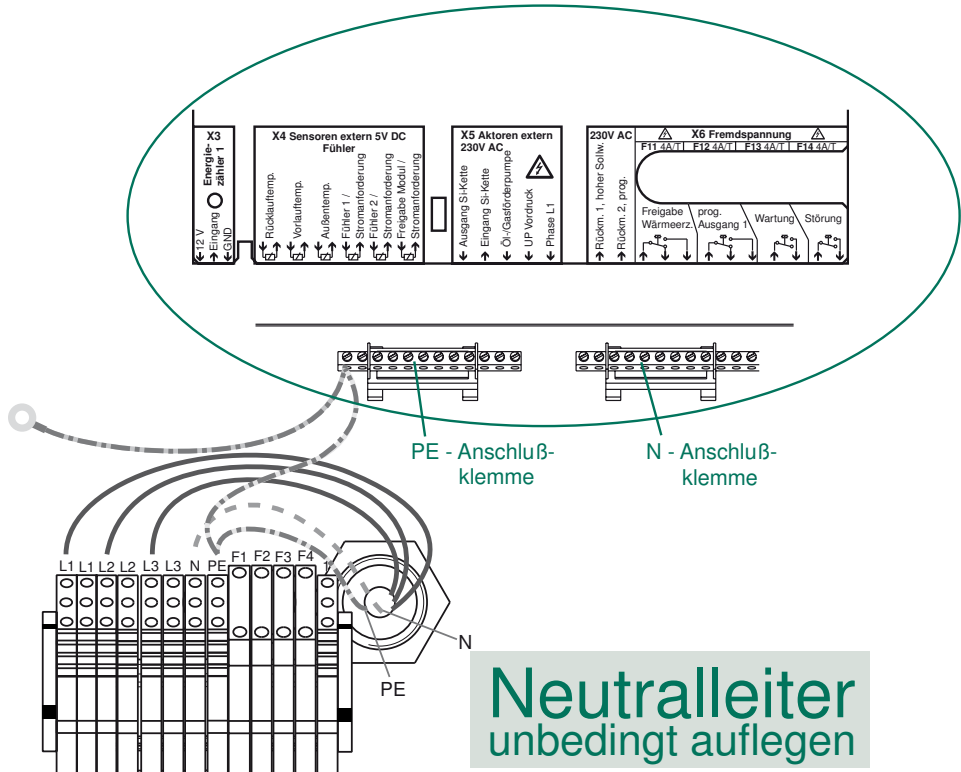

Bild 9-37: Klemmbild für 3 Phasen, PE und N Leiter im Reglergehäuse
- Schließen Sie wie in Bild 9-37 gezeigt, die drei Phasen (rechtes Drehfeld), sowie den Neutral- und Schutzleiter an.